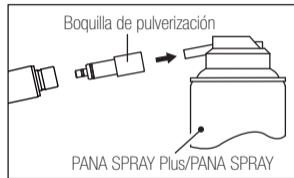

Fig. 8
- 3) Lubrique la pieza de mano utilizando NSK PANA SPRAY Plus (Fig.8,9) o Care3 Plus.